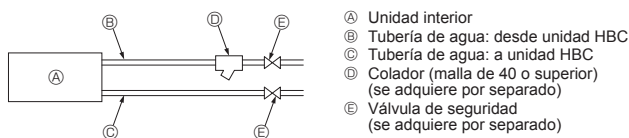

Fig. 4-4
10. Consulte la [Fig. 4-4] cuando realice la conexión del suministro de agua.